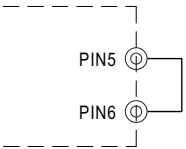

图 4.1插入CN1的短路连接器
- (1) 插入CN1的短路连接器,如图4.1所示,过载保护模式将为恒电流限制延迟3秒后关机,重启恢复